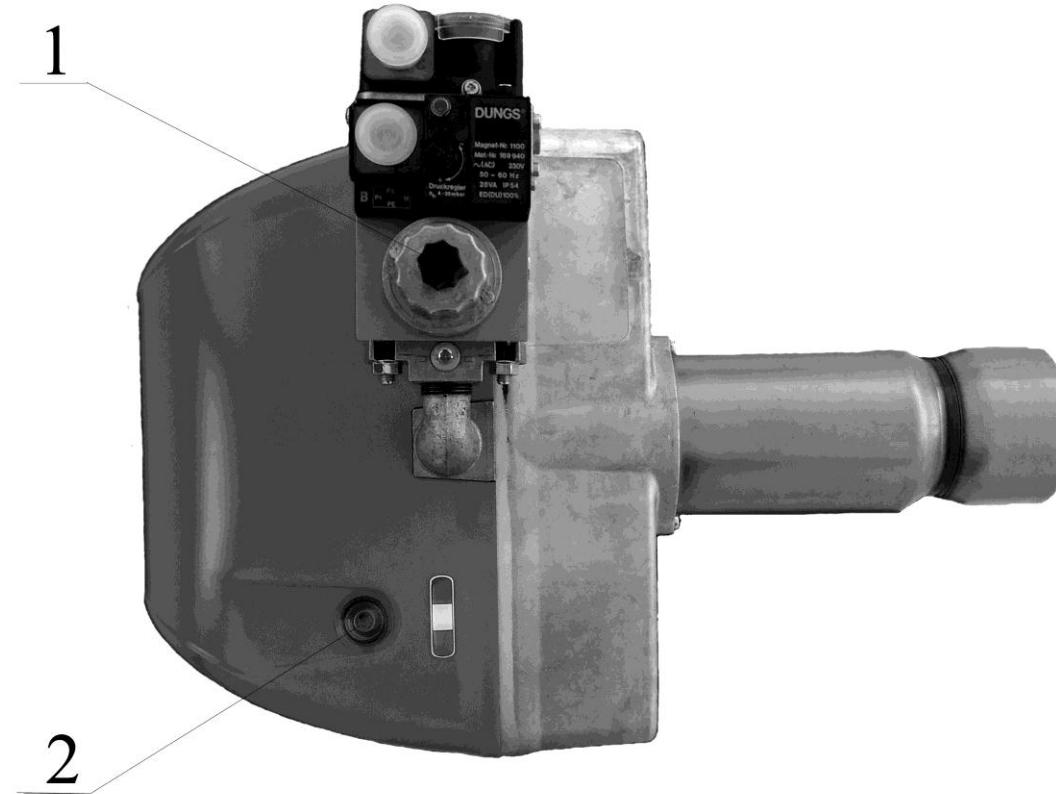

Рисунок 6 – Горелка
10.2.2 Горит красным цветом. Для определения причины остановки горелки необходимо нажать на индикатор (кнопку разблокировки горелки) (рис.6, поз.2) в течении 5 секунд и сосчитать количество миганий. Количество миганий соответствует коду ошибки.